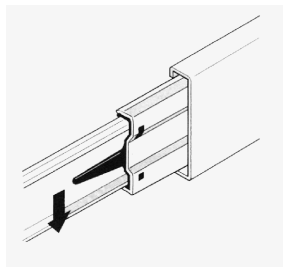
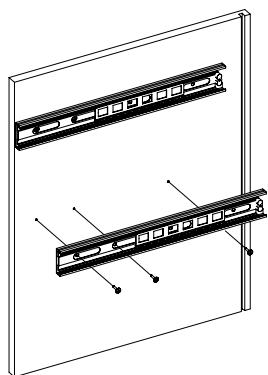

Рис.3
Рис.4
2. Отсоедините от основания телескопических направляющих внутренние планки, отогнув пластиковый рычажок фиксатора (Рис.3). Основания телескопических направляющих закрепите на деталях 1 и 2 шурупами 3,5x16 (Рис. 4).